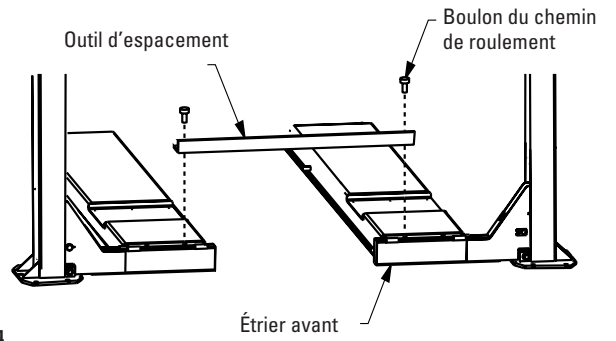
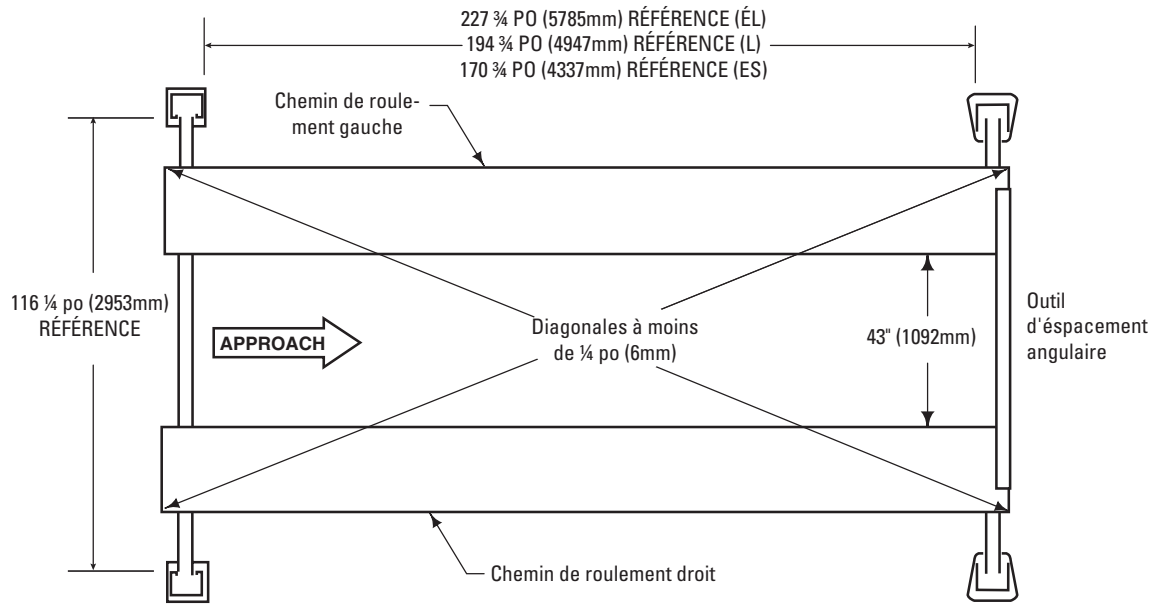

Fig. 14
Fig. 15
- A. Aligner les chemins de roulement. Installer la barre d'espacement et les boulons pour maintenir l'espacement des chemins de roulement, Fig. 14. Vérifier les chemins de roulement jusqu'à ce que les diagonales soient égales. Vérifier l'emplacement du pont élévateur dans la baie. Vérifier que les dimensions latérales sont égales à moins de 1/8 po, Fig. 15.